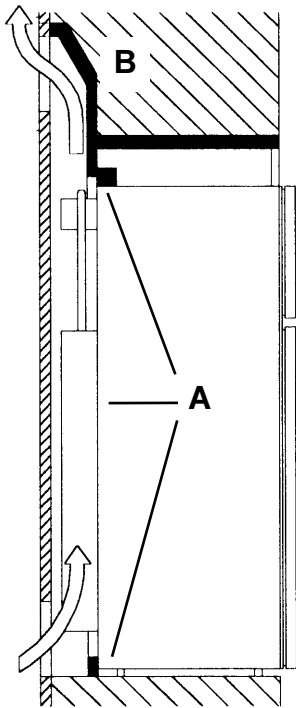

Fig. 1
Introduzca las juntas herméticas de los bordes (A) en los huecos de la instalación, en la parte inferior y a los lados. (Fig. 1,2,3)
Además, la placa de evacuación (B) con su tira de bordes (A) debe aislar herméticamente el refrigerador de la zona habitable. (Fig. 1,4)